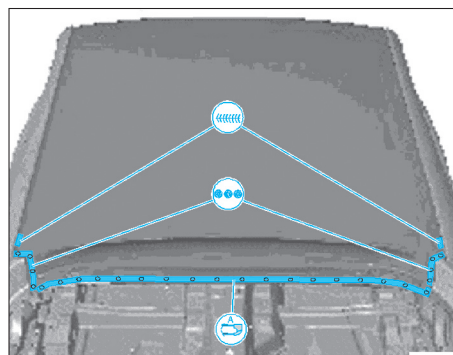

FIG. 52
- Souder les extrémités latérales du pavillon en effectuant un cordon continu d'environ 50 mm (Fig.52).